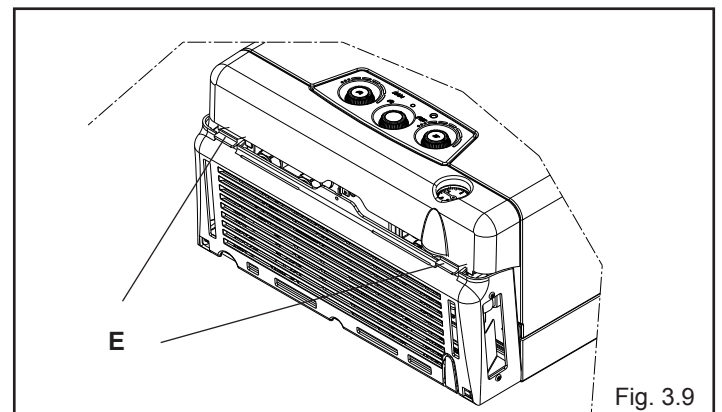

Fig. 3.9
- ruotare verso l'alto la copertura raccordi fino a che le due linguette (E) si posizionino a scatto nella copertura solidale al mantello (fig. 3.9).
- premere sulle due linguette (E) sganciandole (fig. 3.9)